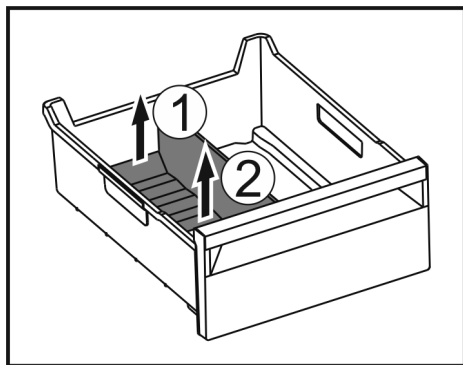

Fig. 231
- Ngrini lart pjesën e pasme të ndarësit të sirtarit të akullit. Fig. 231 (1)
- Hiqeni ndarësin e sirtarit të akullit nga lart. Fig. 231 (2)